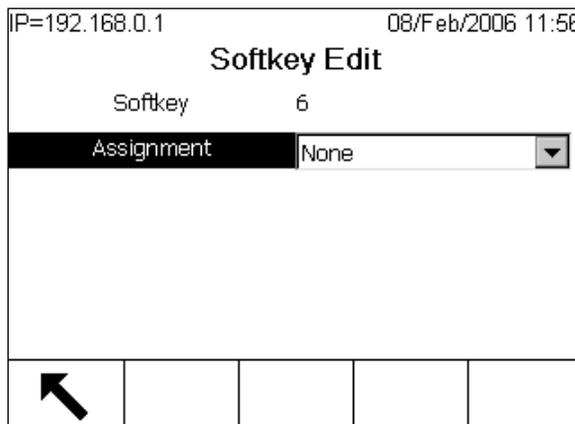

Figura E-5: Soffkey non assegnato
- Per eliminare un soffkey senza spostare di una posizione verso l'alto gli altri tasti, modificare semplicemente il tasto, non riassegnandolo, come mostrato in Figura E-5.